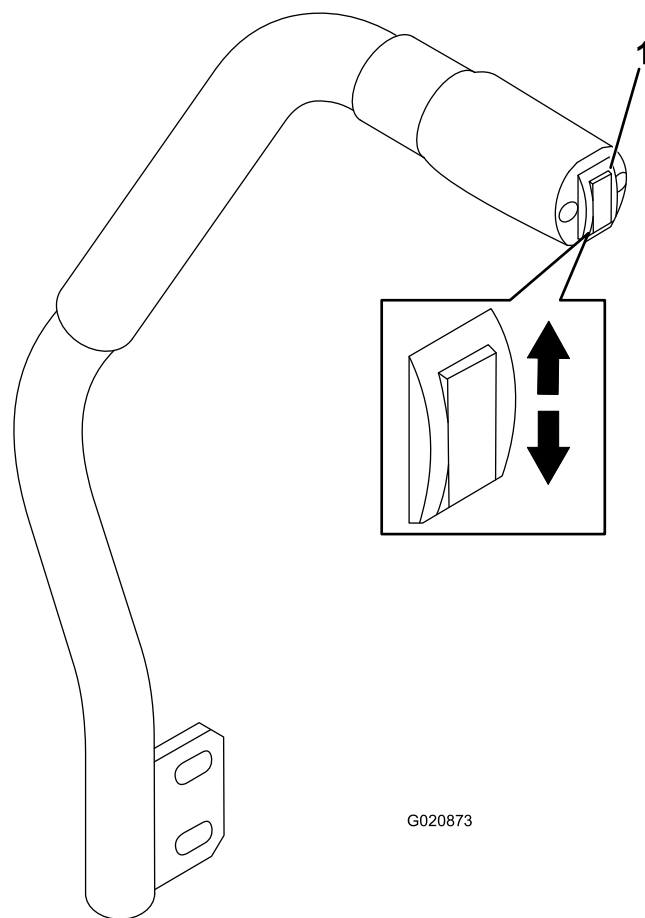

図 19
デッキ昇降スイッチはデッキアタッチメントの上昇と下降を行うスイッチです 図 19。
- デッキを下降させるには、スイッチを下に押す 図 19。
- デッキを上昇させるには、スイッチを上を押す 図 19。